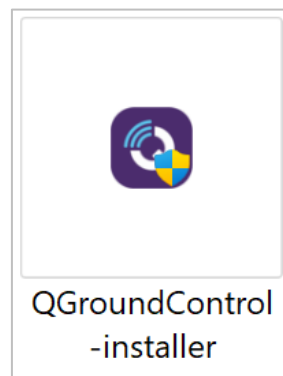

Рисунок 1 – Инсталляционный файл СПО «QGgroundControl»
1. Скопировать инсталляционный файл СПО «QGgroundControl» (QGC) с предоставленного установочного диска на ПЭВМ (рисунок 1).